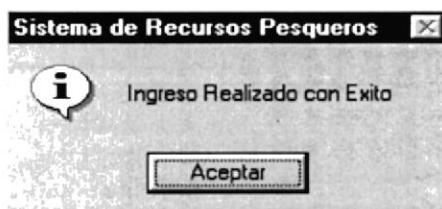

Figura 10.46 Mensaje de Ingreso
2. Si se guarda una Inspección nueva se mostrará el siguiente mensaje (ver figura 10.46).